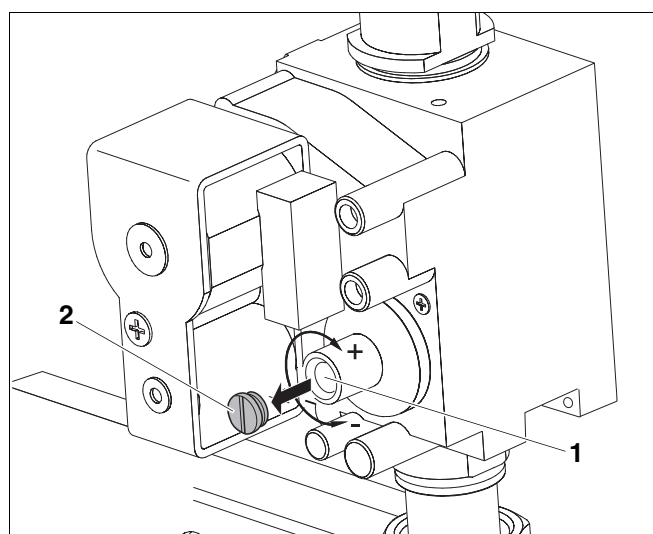

Abb. 50 Gasarmatur „SIT“ 840 Sigma
- Schutzkappe (Abb. 50, **Pos. 2**; evtl. versiegelt) über der Einstellschraube für Düsendruck entfernen (Abb. 50, **Pos. 1**, oben). Korrigieren Sie den Düsendruck durch Drehen der Einstellschraube in Plus- oder Minus-Richtung (Abb. 50, **Pos. 1**, unten).